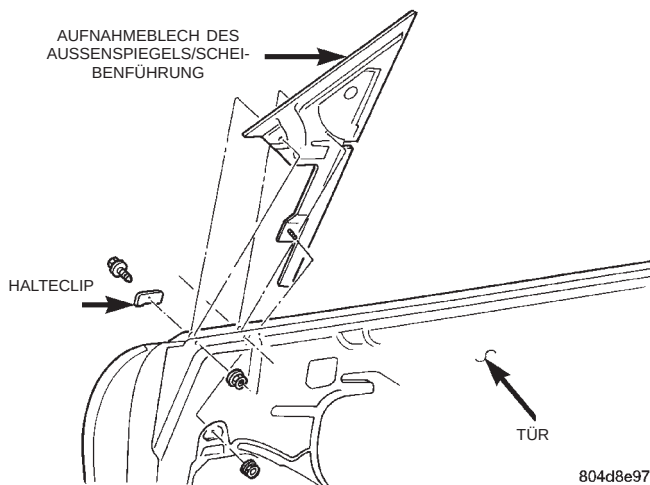

**Abb. 28 Aufnahmeblech des Außenspiegels/
(5) Befestigungsschrauben lösen, mit denen das Aufnahmeblech des Außenspiegels/die Scheibenführung am Türaußenblech befestigt ist (Abb. 28).
(6) Haltemutter lösen, mit der das Aufnahmeblech des Außenspiegels/die Scheibenführung oben am Türinnenblech befestigt ist.
(7) Mit einem geeigneten Innensechskantschlüssel die Kontermutter unten am Aufnahmeblech des Außenspiegels/Scheibenführung am Türinnenblech lösen. Dabei die Hebeschrauben festhalten.
(8) Aufnahmeblech des Außenspiegels/Scheibenführung oben durch die Türöffnung aus dem Fahrzeug nehmen.